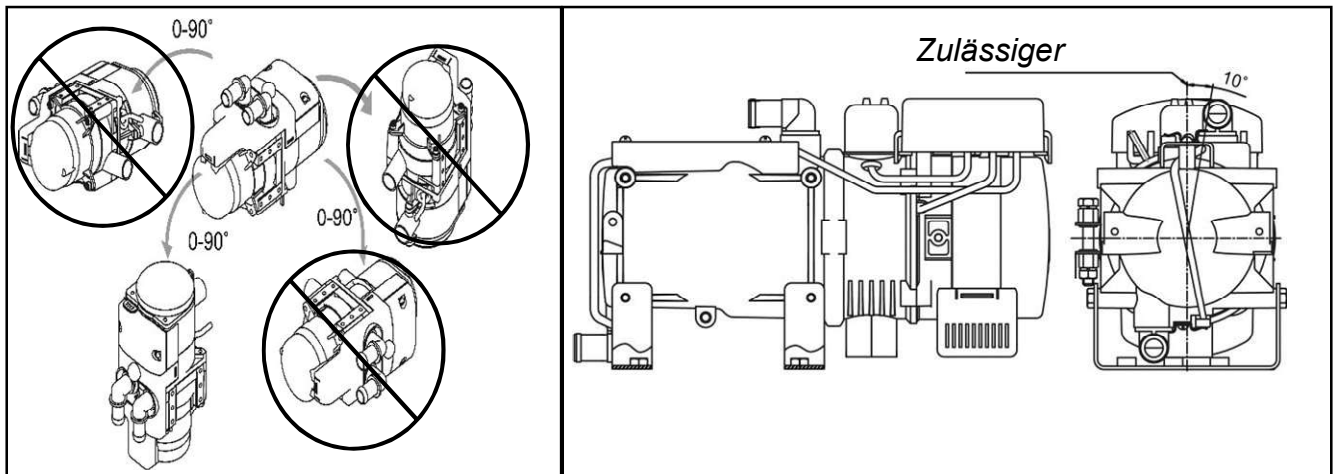

Abb. 1 - Befestigungspositionen des Heizgerätes
Installieren Sie das Heizgerät so, dass Sie die zulässige Betriebsposition gemäß Abb. 1 berücksichtigen. Achten Sie auf die mögliche XXX des Schiffes bei Installation auf einem Schiff.
Wenn das Heizgerät so positioniert wird, dass der Auspuff nach unten zeigt, ist dies die 0° Position. FLOW-5D und FLOW-5B haben nur zwei Befestigungspositionen - 0° und 90°, wobei die Luftpumpe nach oben zeigt. **Der FLOW-14D darf nicht gekippt werden (siehe Abb.1).**
**WARNUNG!!! Der zuverlässige Betrieb des Heizgerätes hängt von der richtigen Installation ab! Das Heizgerät muss gemäß Abb.1 installiert werden.**